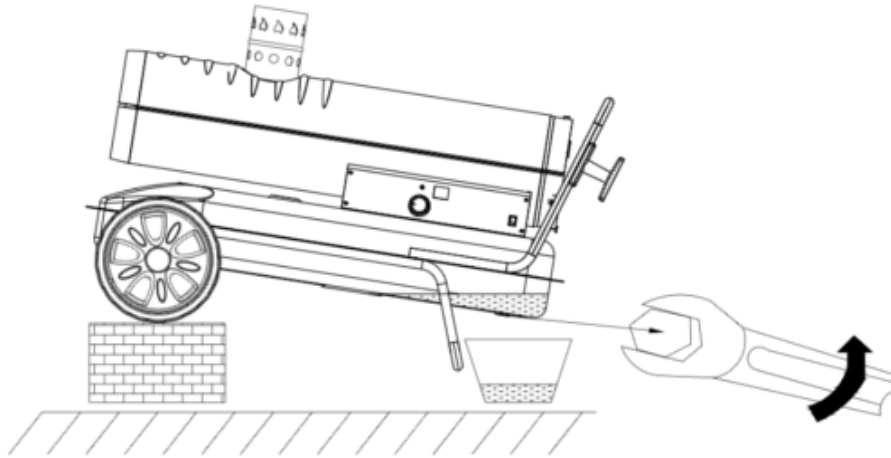

Figura 6. Curatarea combustibilului din rezervor
3. Utilizati o cheie pentru a slabi surubul de scurgere si a drena apa si reziduurile din rezervor (Figura 6 si 7).